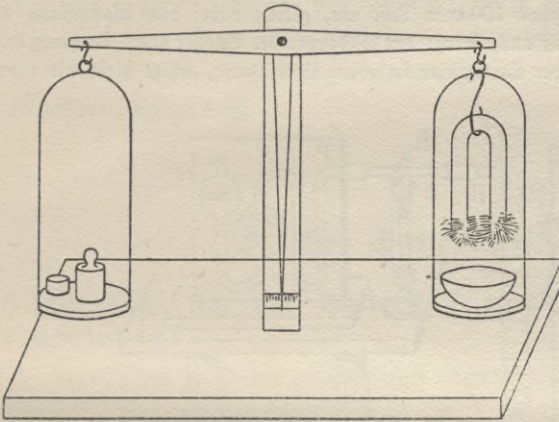

Fig. 4. Verbrennung von Eisenpulver.
**Versuch 2** (Fig. 4): Hänge einen kleinen Nadelmagneten an einen Wagebalken und tauche sein unteres Ende in Eisenpulver, das vorher in einer Porzellan-